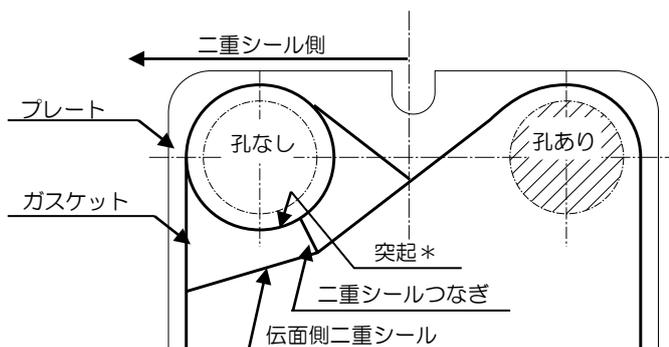
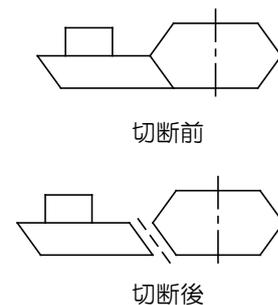

図6 各部の名称
図7 切断方法
1) プレートの四か所に設けられている液通路部の内、二重シール側が孔なしの場合は通路孔部にスリットがありませんので、ガスケットの突起（図6の\*印）をはさみ等で図7のように斜めに切断してください。
- 2) 長期使用している間にガスケットの伝熱面側二重シール（図6参照）がプレート溝に合わなくなる場合があります。その場合は液通路部・孔なしの場合（3-5項参照）と同様に二重シールつなぎの上から粘着テープでプレートへ固定すれば再使用が可能です。